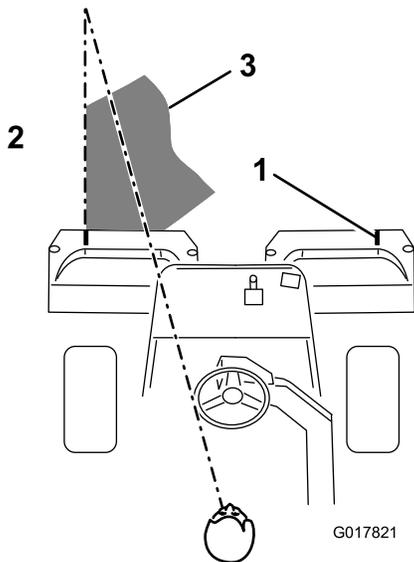

Figure 38
4. Minimisez le chevauchement de la passe précédente lors de la passe de retour. Pour vous aider à traverser le green en ligne droite et à maintenir la machine à égale distance du bord de la passe précédente, établissez une ligne de vision imaginaire à environ 1,8 à 3 m en avant de la machine jusqu'au bord de la partie non coupée du green (Figure 38). Certaines personnes trouvent utile de faire passer la ligne de vision par le bord extérieur du volant, c.-à-d. de maintenir le bord du volant aligné avec un point se trouvant toujours à la même distance par rapport à l'avant de la machine (Figure 38).